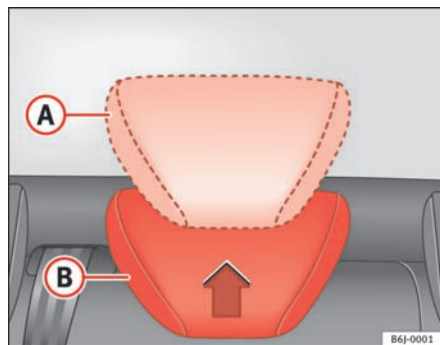

Fig. 5 Indstilling af hovedstøtter bagi
- Hovedstøtte oppe eller brugsposition (A) ⇒ fig. 5. I denne position fungerer hovedstøtten som en almindelig hovedstøtte, og sammen med sikkerhedsselen beskytter den passageren på bagsædepladserne.
- Hvileposition (B) ⇒ fig. 5. Denne position forbedrer førerens udsyn bagud.